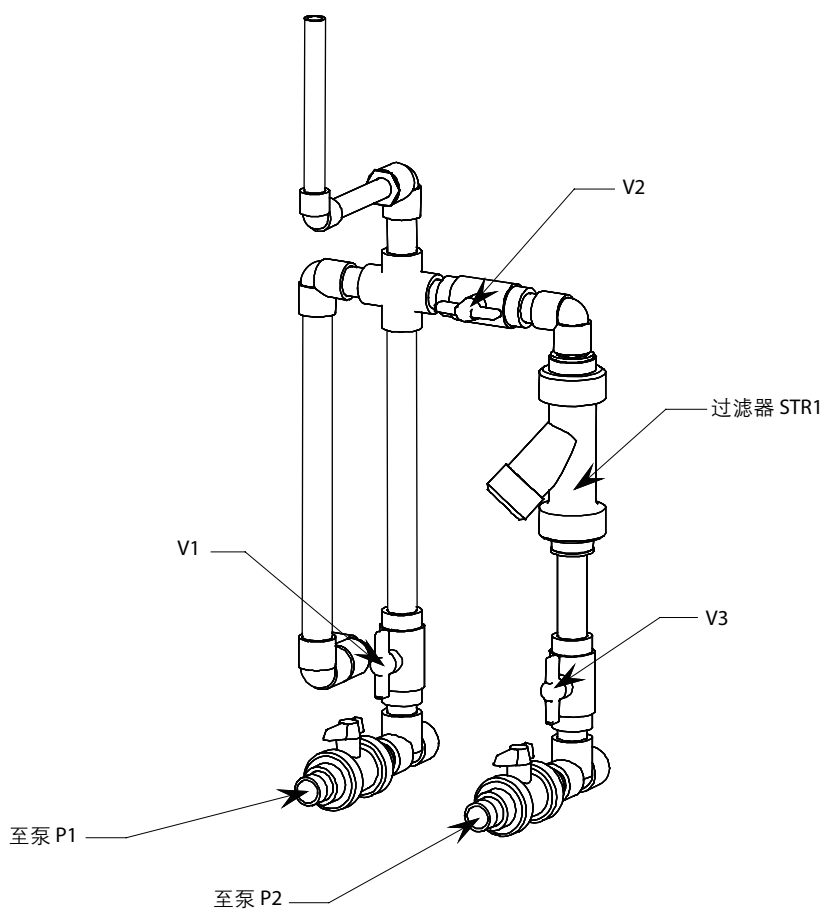

图 5.64 - 清洁过滤器
1. 打开阀 V1(如图 5.64 所示)，确保液体流入泵中。